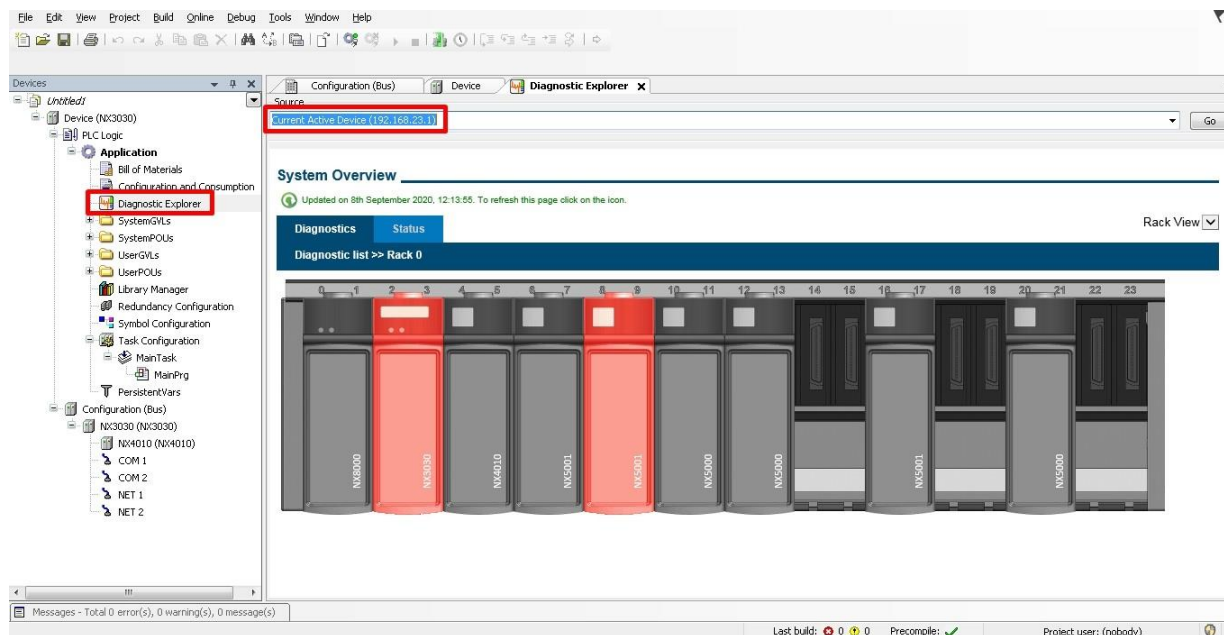

Рисунок 179: Экран проводника диагностики
- Доступ к опции «Diagnostic Explorer» в дереве устройств, размещенной на экране MasterTool IEC XE слева, и указание правильного IP-адреса в поле, указанном на Рисунок 179. Помните, что для отображения страницы диагностики пользователь должен быть подключен к ЦП (Начальное программирование – раздел входа в систему).